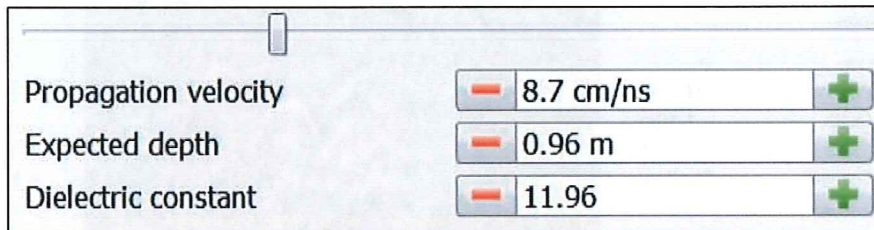

Fig. 5.13 – 伝播速度、予測深度及び誘電率評価
**Place Target** ウィンドの右部は、伝播速度推定に利用されます：作業者はマップ下のスライダーを使用するか、又はスライダー下の 3 つの値の 1 つを任意修正して、レーダーグラム上の反射波に赤の双曲線を重ね合わせることができます(Fig. 5.13)。これらの全パラメータが関係によって結び付けられていると同時に、最適な伝播速度を探るために、作業者は誘電率又は予測深度を修正することが可能です。